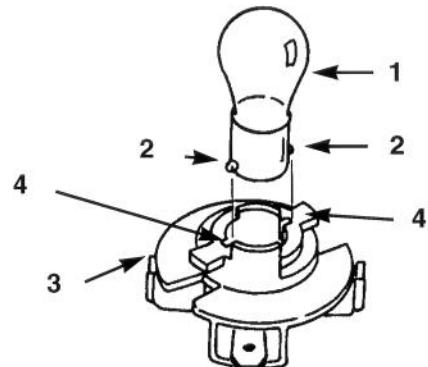

Bild 34
4. Die Birne im Gegenuhzeigersinn eindrücken und drehen, bis sie den Anschlag erreicht (ca. $\frac{1}{4}$ Umdrehung), dann die Birne aus der Fassung entfernen (Bild 34).
1. An beiden Seiten ihrer Unterseite hat die Birne Metallstifte. Diese mit den Auskerbungen in der Birnenfassung abstimmen und die Birne in die Fassung eindrücken (Bild 34). Die Birne unter Druck im Uhrzeigersinn bis zum Anschlag drehen.